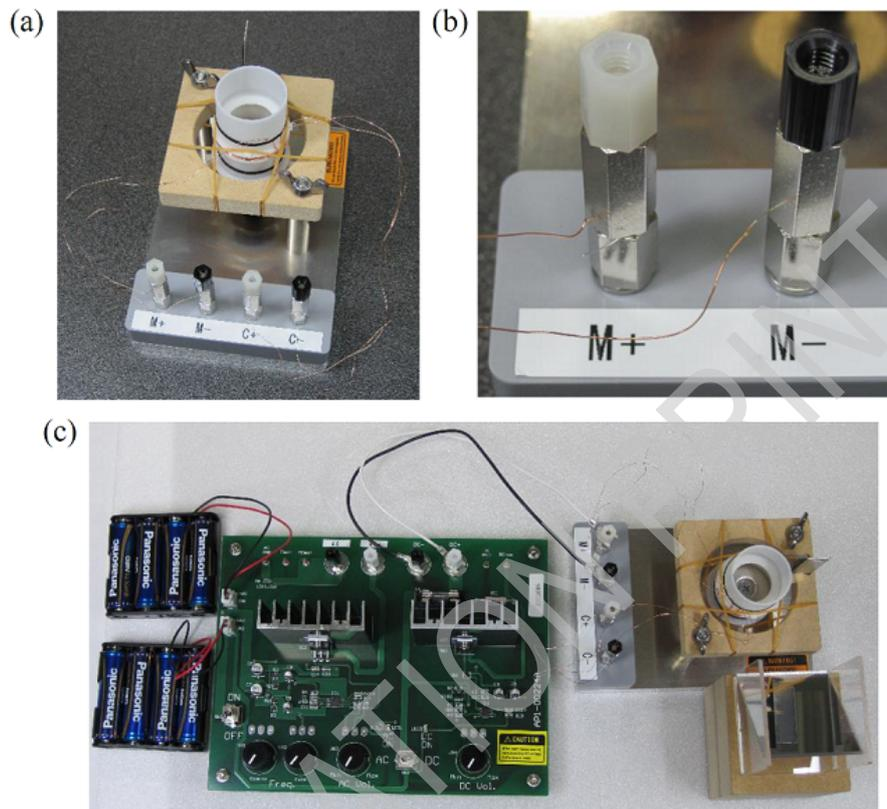

Abbildung 5: (a), (b) Verkabelung der Polklemmen (c) Verkabelungen des gesamten Aufbaus (einschließlich des Steuermoduls und der Batterien).
2. Löse die Schrauben an den Polklemmen M+ und M-, um Lücken zu schaffen. Verwende die unteren Lücken für die Verkabelung (Abb. 5(a), (b)). Die Überprüfung der Polarität wird weiter unten beschrieben.
4. Lege die Batterien in die Batteriehalterungen und verbinde sie mit dem Steuerungsmodul (CN1, CN2) (Abb. 5(c)).